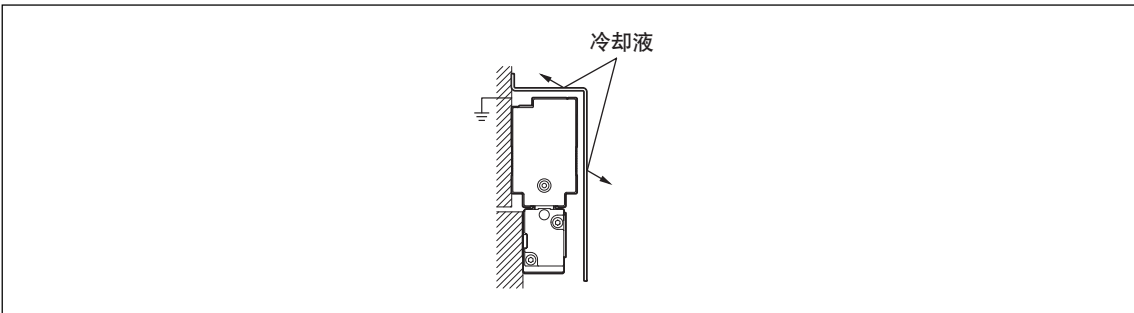

图2-2
- 在冷却液可能直接溅到直线标尺的环境下，请用外罩将直线标尺盖住，以避免溅上冷却液。(图2-2)